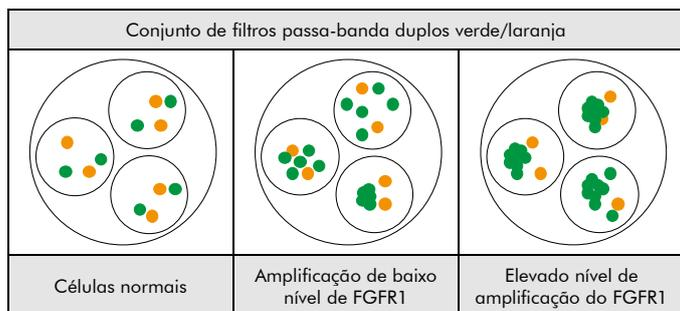

Fig. 2: Resultados esperados em núcleos normais e anormal
**Situação normal:** Nas interfases de células normais ou de células sem uma amplificação que envolva a região do gene FGFR1, aparecem dois sinais verdes e dois sinais cor-de-laranja (ver Fig. 2).
**Situação anormal:** Nas células com uma amplificação da região do gene FGFR1, observa-se um aumento do número de sinais verdes ou de aglomerados de sinais verdes (ver Fig. 2).